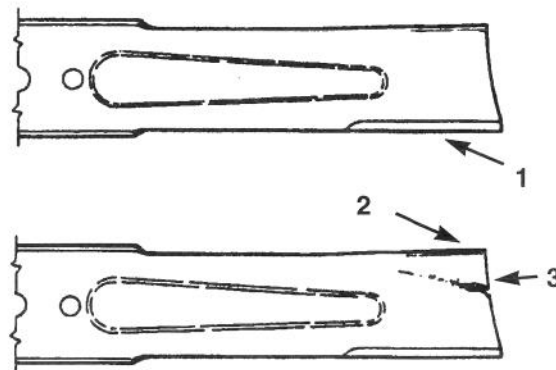

Figure 34
2. Examiner les arêtes tranchantes (Fig. 34). Si elles sont émoussées ou ébréchées, déposer la/les lame(s) et la/les affûter; se reporter à la section *Affûtage de la/des lame(s)*.
3. Examiner la/les lame(s), en particulier la zone courbe (Fig. 34). Remplacer la lame au moindre signe de dégât, d'usure ou si une fissure se forme à cet endroit (Fig. 34).